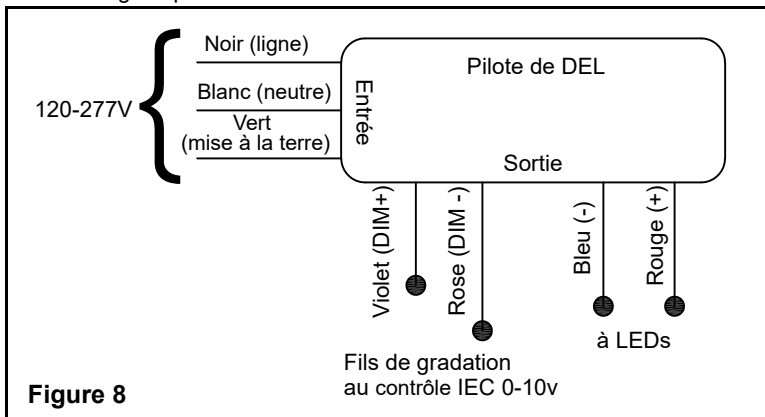

Figure 8
3. Effectuer les connexions appropriées: connecter le fil blanc (neutre) et le fil noir (ligne) à l'alimentation électrique du bâtiment (voir fig. 8). Des fils d'alimentation à 90° minimum sont nécessaires.